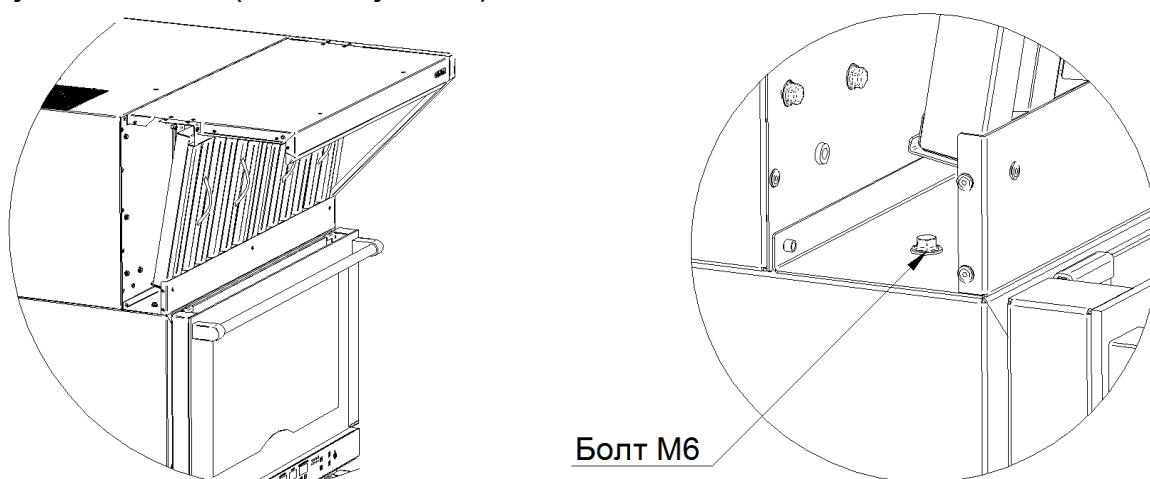

Рисунок 9
11. Зафиксировать зонт спереди двумя болтами М6х16 из комплекта изнутри по углам зонта (см. Рисунок 9);